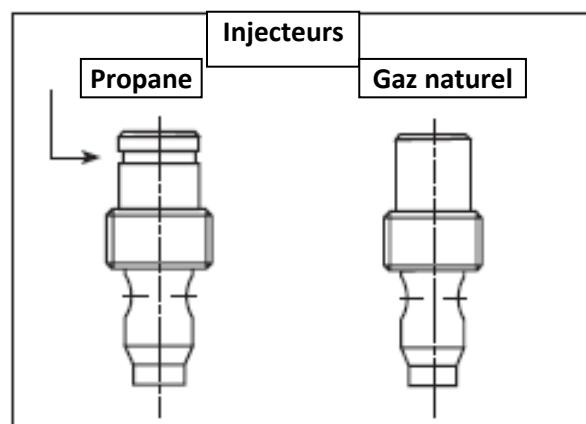

fig. 4
5. Assurez-vous que le nouvel injecteur est approprié à l'utilisation prévue. Le format de l'injecteur est inscrit sur le côté de celui-ci vers le haut. Les injecteurs pour le propane ont une rainure autour de leur circonference près du dessus, alors que ceux pour le gaz naturel n'en ont pas. (fig. 4). Référez-vous aux instructions du manufacturier de l'appareil pour la grandeur appropriée de l'injecteur.